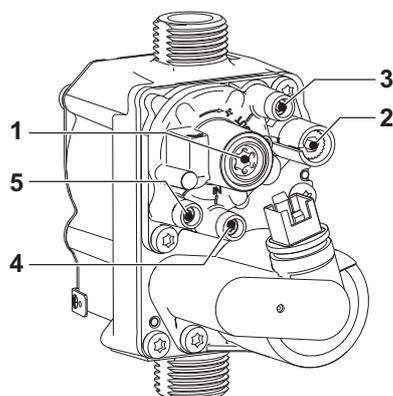

fig. 23 - Valvola a gas
- Nel caso in cui i valori siano diversi da quelli indicati, regolare la CO₂ agendo sulla vite di regolazione massima (rif. 2 fig. 23) portando i valori della CO₂ a quelli indicati.
- Nel caso in cui i valori della CO₂ siano diversi da quelli indicati regolare delicatamente la vite di "OFFSET" minima (rif. 1 fig. 23) verificando che la CO₂ sia corretta:
- Verificare che il valore dell'OFFSET sia compreso tra -3 e -9 Pa con manometro differenziale, su presa di pressione rif. 5 fig. 23.